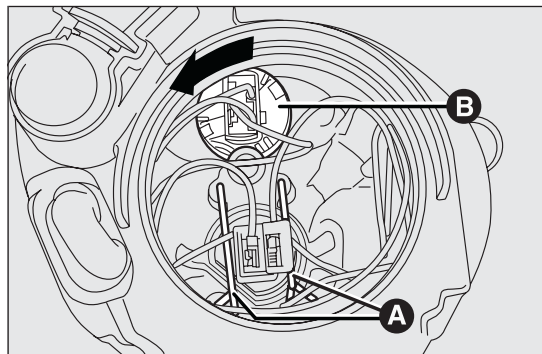

fig. 114
- libérer les deux agrafes de maintien de l'ampoule A fig. 114;
- tourner la douille B fig. 114 dans le sens inverse des aiguilles d'une montre et l'extraire ;